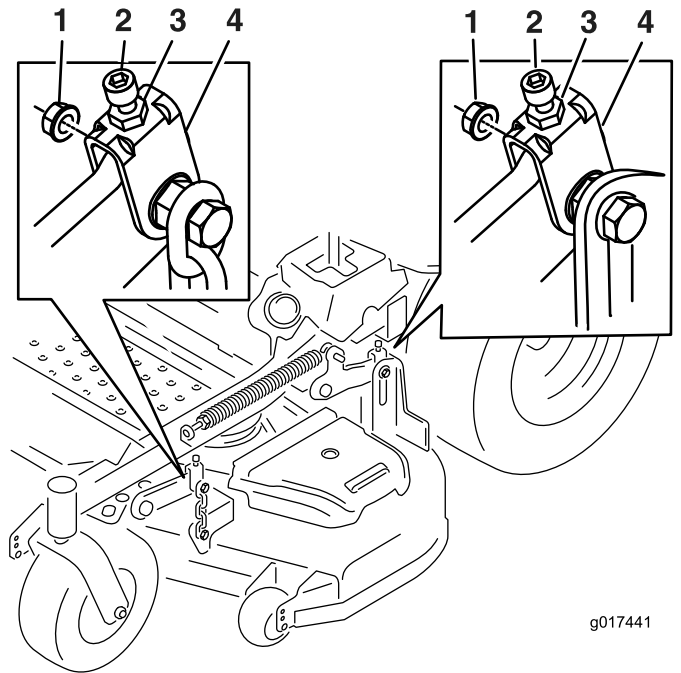

Bild 73
Einstellschraube, um eine Höhe von 7,6 mm zu erhalten (siehe Bild 73).
16. Drehen Sie den Einstellschraube, um eine Höhe von 8,3 mm zu erhalten (Bild 73).